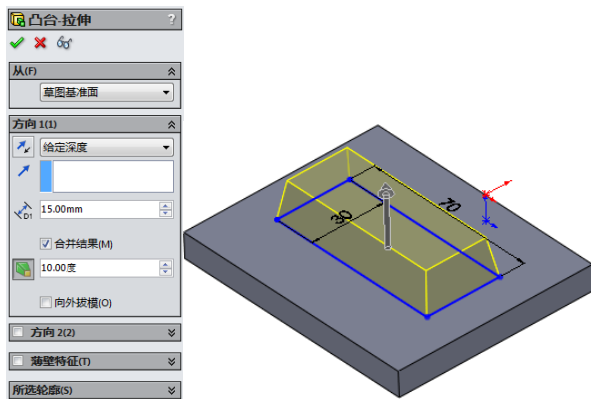

图 8-18 生成拉伸特征
(4) 单击“特征”工具栏中的“拉伸凸台/基体”按钮，或执行“插入”→“凸台/基体”→“拉伸”菜单命令，弹出“凸台-拉伸”属性管理器，在“深度”一栏中键入值 15，在“拔模角度”一栏中键入数值 10，生成拉伸特征如图 8-18 所示。